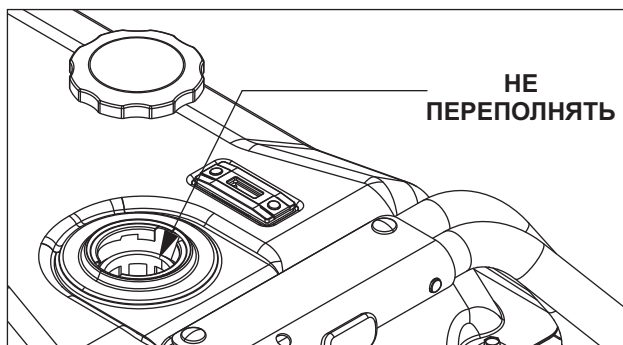

Рисунок 3 – Уровень топлива
- Постепенно заливайте бензин в горловину бака. **Будьте осторожны, не переполняйте бак!** (Рис. 3)